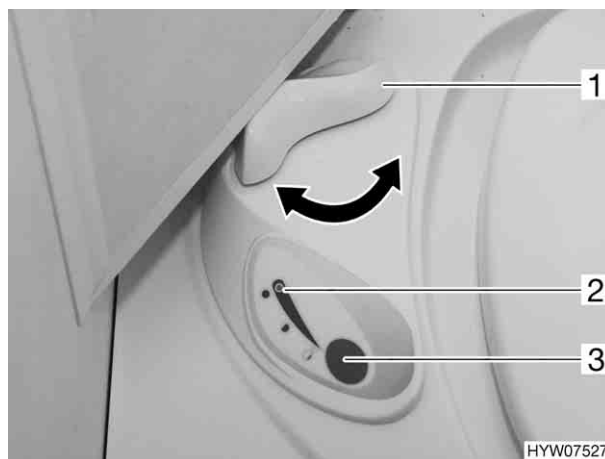

Fig. 99 Centralina di controllo toilette Thetford
- Prima di tirare l'acqua, aprire il cursore della toilette Thetford. A tal fine girare la leva del cursore (Fig. 99,1) in senso antiorario.
- Per sciacquare premere il pulsante blu (Fig. 99,3).
- Dopo aver tirato l'acqua chiudere il cursore. Girare la leva del cursore (Fig. 99,1) in senso orario.
Quando la cassetta Thetford è piena e deve venire svuotata, la luce spia (Fig. 99,2) si accende.
- Girare la leva del cursore (Fig. 99,1) in senso orario. Il cursore viene chiuso.